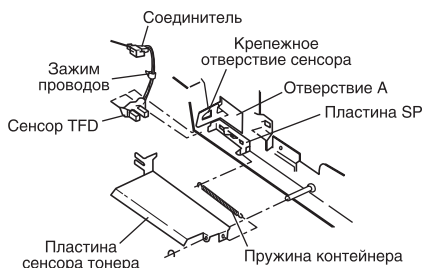

Рис. 21. Снятие сенсора заполнения контейнера
7. Снимите сенсор TFD через установочное отверстие «А» (рис. 21).